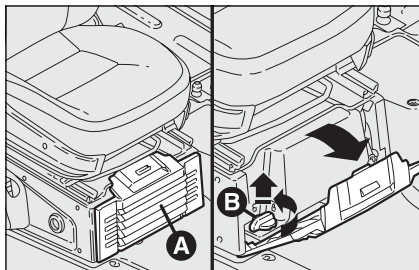
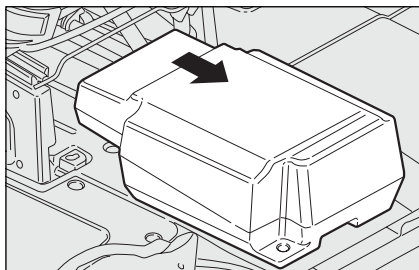

fig. 46
fig. 47
- Open de klep **A** en verwijder deze zoals aangegeven in **fig. 46**;
- draai de vergrendelknop **B** linksom en verwijder deze **fig. 46** zodat het vak kan openschuiven **fig. 47**;